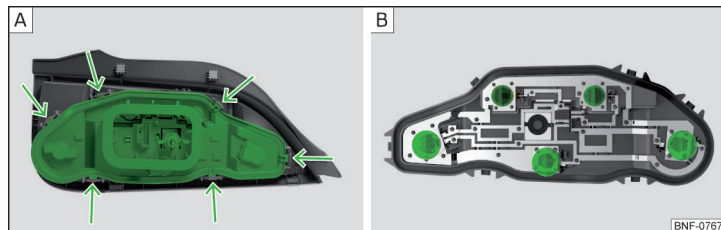

Fig. 149 Partea interioară a lămpii
- Presați elementele de fixare de pe suportul lămpii » fig. 149 - **A** și scoateți suportul din blocul optic.
- Rotiți becul respectiv până la limită în sens antiorar și scoateți-l din suport » fig. 149 - **B**.